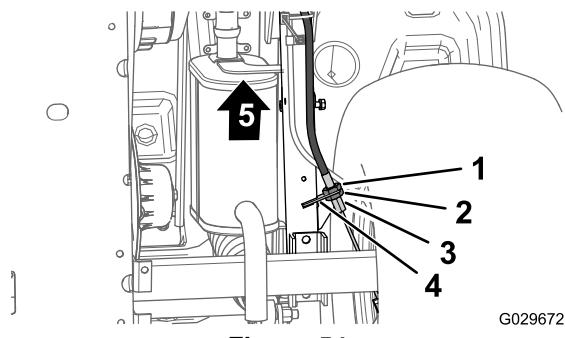

Figura 54
3. Sulla parte inferiore della macchina, allentate di 5 giri il controdado posteriore per il regolatore filettato del cavo del freno di stazionamento (Figura 54).
4. Serrate il controdado anteriore (Figura 54).
- A. Allentate di 1 giro il controdado anteriore (Figura 54) per il regolatore filettato del cavo del freno di stazionamento.
- B. Serrate il controdado posteriore (Figura 54).
- A. Allentate di 1 giro il controdado posteriore (Figura 54) per il regolatore filettato del cavo del freno di stazionamento.
- B. Serrate il controdado anteriore (Figura 54).